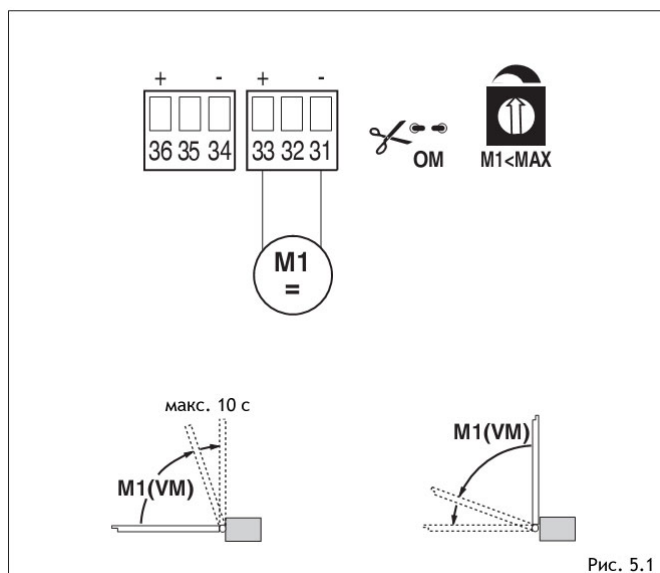

Рис. 5.1
- (Рис. 5.1) Использование без концевых выключателей.